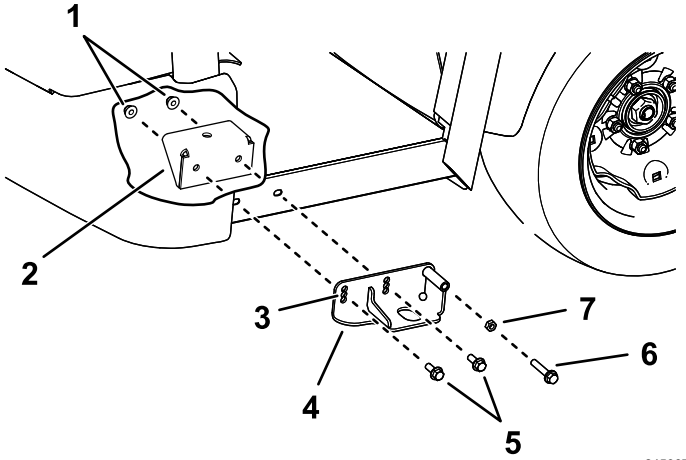

Bild 26
3. Befestigen Sie die linke Befestigung und rechte Befestigung mit zwei Sechskantbundbolzen ($\frac{3}{8}$ " x 1") und zwei Bundmutter ($\frac{3}{8}$ ") an jeder Seite an den vorderen Kabinenbefestigungshalterungen (Bild 26).
4. Befestigen Sie die Einstellschraube ($\frac{3}{8}$ " x 2") und Sechskantmutter ($\frac{3}{8}$ ") an jeder Seite der Maschine in der linken und rechten Befestigung (Bild 26).
- Verschieben Sie die Kabine seitlich, um sicherzustellen, dass die Kabine zentriert ist. Zentrieren Sie die Kabine mit der Einstellschraube (Bild 26).